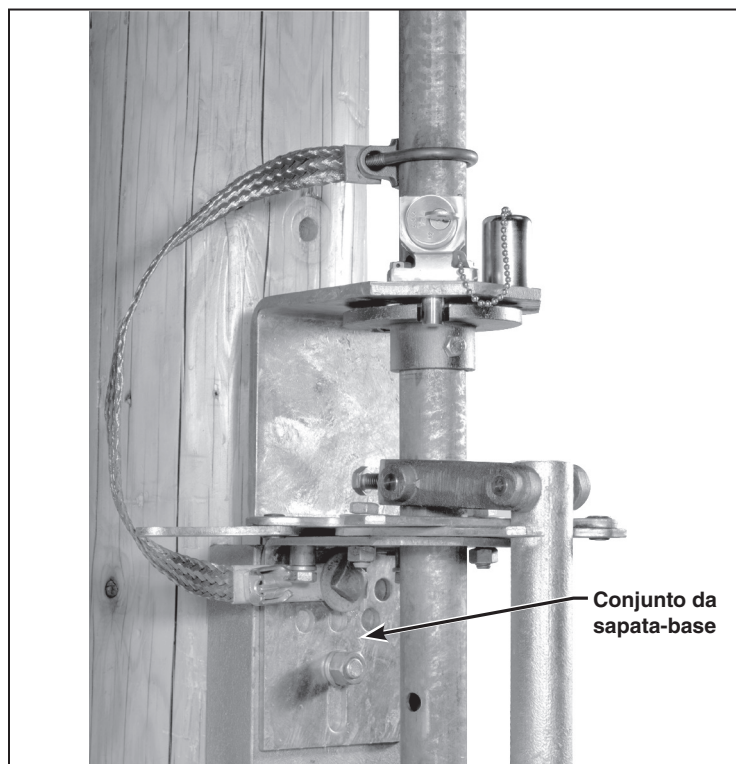

Figura 30. Montagem da sapata-base.
PASSO 30. Aparafuse a sapata-base ao poste na posição mostrada no diagrama de montagem. Use um dos parafusos de montagem para conectar uma ponta da cordoalha de aterramento (a ponta com o conector de aterramento) à sapata-base. Ver Figura 30. As recomendações de aterramento podem diferir dos procedimentos de segurança e de operação de determinadas concessionárias. Onde houver uma discrepância, são aplicáveis os procedimentos da concessionária.